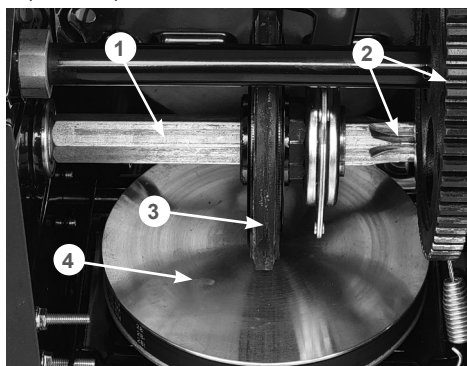

Рис. 44 Обслуживание трансмиссии
Если при нажатом рычаге включения хода снегоотбрасыватель не движется или при нажатии на рычаг включения хода слышны посторонние звуки, а регулировка длины троса включения хода не позволяет устранить проблему, возможно, фрикционное колесо 2 (Рис. 44) полностью износилось и его необходимо заменить.
- Нанесите универсальную низкотемпературную смазку CHAMPION EP-0 тонким слоем на шестигранный вал 1 фрикционного колеса и зубья шестерен 2 (Рис. 44).
Не допускайте попадания смазки на резиновое фрикционное колесо 3 и ведущий диск 4 (Рис. 44).
- Проверьте состояние фрикционного колеса 3 (Рис. 44). Если высота резинового кольца относительно фрикционного колеса 2 мм и менее, если на резиновом кольце имеются повреждения и разрывы, фрикционное колесо необходимо заменить.